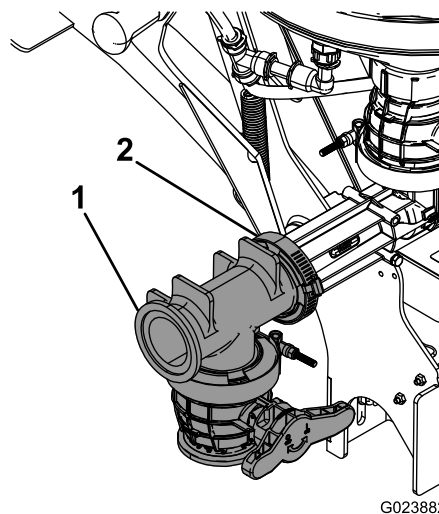

Figura 19
13. Collegate la valvola a T al gruppo nebulizzatore utilizzando una guarnizione e una fascetta stringitubo a vite (Figura 19).